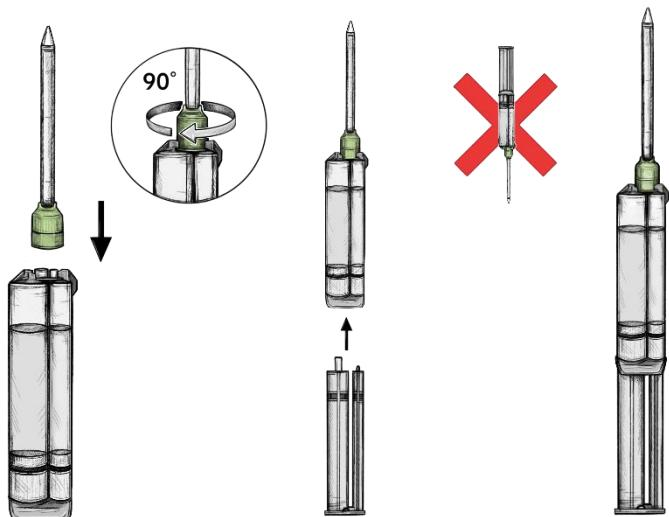

Abb. 5
5. Drücken Sie die Applikatorspitze fest in Richtung Spritze und drehen Sie die Mutter der Applikatorspitze um 90° im Uhrzeigersinn, um die Spitze an der Spritze zu arretieren (Abb. 5). Wenn die Kappe nicht gedreht wird, wird die Applikatorspitze nicht arretiert und kann vor/während der Anwendung von der Spritze fallen, wodurch nicht mit Albumin reagiertes Glutaraldehyd austreten und zu Gewebeschäden führen kann.
6. Halten Sie die Spritze aufrecht und führen Sie den Doppelkolben in die Rückseite der entsprechenden Spritzenkammern ein, bis Sie einen Widerstand der Silikonkolben spüren (Abb. 5). **VORSICHT:** Legen Sie das zusammengebaute Gerät NICHT auf die Seite.